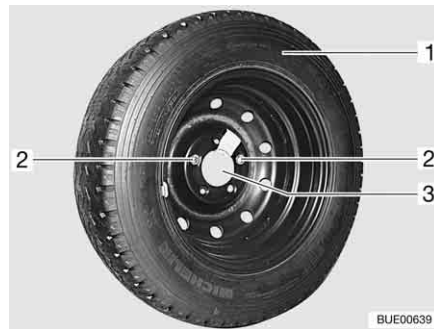

Bild 309 Ersatzrad-Halterung in der Heckgarage
- Die beiden Befestigungsschrauben (Bild 309,2) mit dem Bordwerkzeug herausdrehen und abnehmen.
- Das Ersatzrad (Bild 309,1) von der Halterung (Bild 309,3) abnehmen.